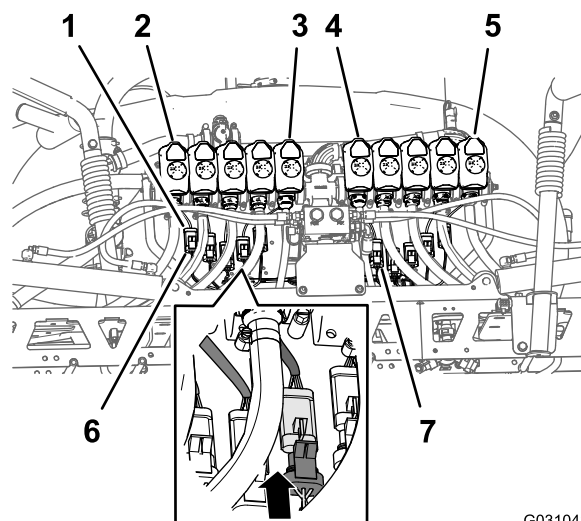

Рисунок 113
- Проложите 3-гнездовые разъемы с маркировкой с **Nozzle Valve 1** (Клапан сопла 1) по **Nozzle Valve 5** (Клапан сопла 5) ответвления жгута проводов длиной 218,4 см в сторону задней части опоры крепления 10 клапанов и под клапанами сопел с 1 по 5 (Рисунок 113).
2. Проложите 3-гнездовые разъемы с маркировкой с **Nozzle Valve 6** (Клапан сопла 6) по **Nozzle Valve 10** (Клапан сопла 10) ответвления жгута проводов длиной 218,4 см в сторону задней части опоры крепления 10 клапанов и под клапанами сопел с 6 по 10 (**Рисунок 113**).
3. Подсоедините 3-гнездовой разъем с маркировкой **Nozzle 1** (Сопло 1) заднего жгута проводов к 3-штыревому разъему жгута проводов клапана сопла 1 (**Рисунок 113**).
4. Повторите пункт 3 для клапанов сопел с 2 по 10 (**Рисунок 113**).